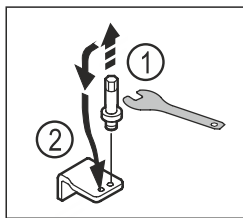

Fig. 21
- ▶ Skru boltten af det nederste hængsel med en SW5-unbrakonøgle. Fig. 21 (1)
- ▶ Indsæt boltten på den modsatte side. Fig. 21 (2)